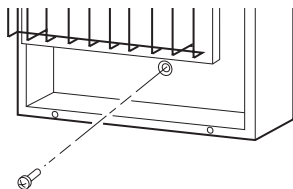

Figura 11 - Instalación del tornillo de montaje inferior
1. Localice el orificio para montaje ubicado en la parte inferior. Este orificio se encuentra cerca de la parte inferior del panel posterior del calentador (consulte la figura 11, página 11).
6. Introduzca el tornillo de anclaje inferior por el panel posterior a través del anclaje inferior o del orificio que perforó (consulte la figura 11).